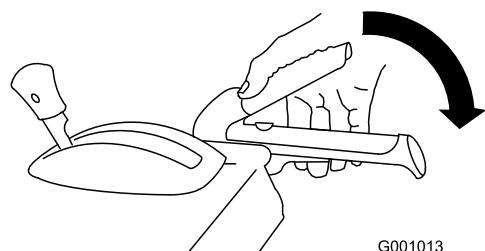

Figura 39
2. Innestate la leva della coclea/ventola e mantenetela in posizione (Figura 39).